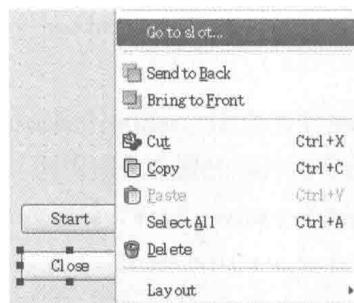

图 13-22 添加响应槽函数示意图
(1) 添加 Start 按钮和 Close 按钮的响应槽函数，添加方法如图 13-22 所示。